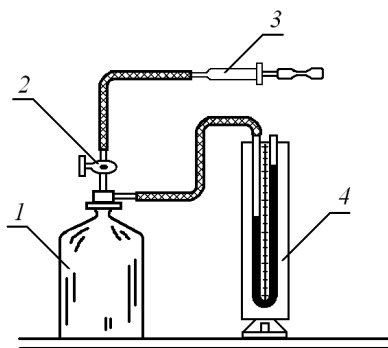

Рис. 15.1. Схема установки: 1 – стеклянный баллон; 2 – кран; 3 – воздушный насос; 4 – водяной барометр
Для проведения опытов используется установка (рис. 15.1), состоящая из стеклянного баллона 1, соединительного крана 2, воздушного насоса 3, U-образного водяного барометра 4.
Используя предложенную в лабораторной работе установку (рис. 15.1), экспериментально определим показатель адиабаты воздуха. Для этого запишем уравнение Пуассона для двух состояний:
1. Открыть кран 2 (рис. 15.1) и, осторожно нагнетая воздух, достичь разности уровней воды в манометре 20–25 см.